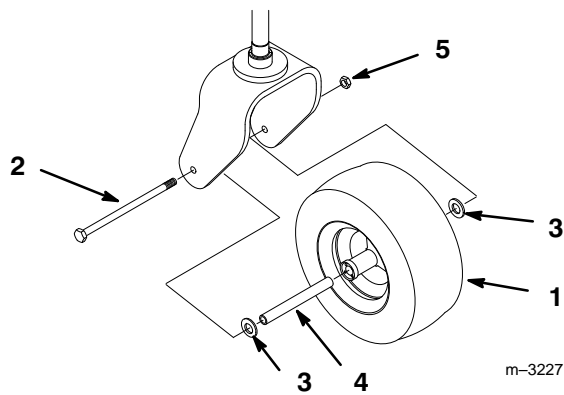

Abbildung 1
1. Mutter, Unterlegscheiben, Abstandsstück und Achsschaft von der Gabel entfernen (Abb. 1).
2. Das Hinterteil der Maschine hochbocken und das Hinterrad in der Laufradgabel anbringen (Abb. 1).
3. Das Rad mit angebrachtem Abstandsstück und Unterlegscheiben in die Gabel setzen und die Schraube durch die Lager schieben (Abb. 1).
4. Die Schraube mit einer 1/2"-Gegenmutter sichern (Abb. 1).
6. Die Laufradlager schmieren (Abb. 1).